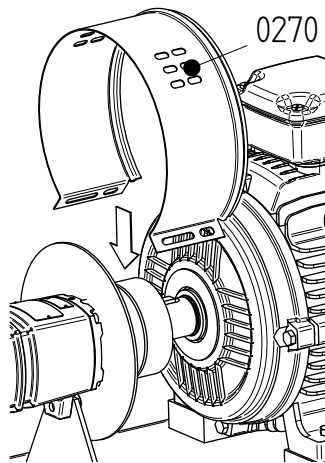

Figura 8: Instalación de la cubierta en la parte del motor.
- 2 Extraiga ambas cubiertas (0270). Consulte figura 8.